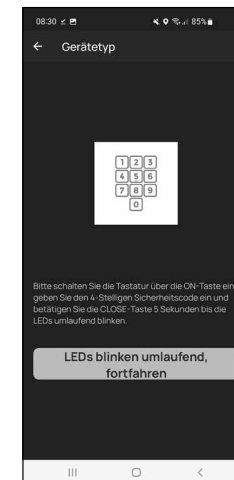

Fig. 6
- 5 O teclado está agora no modo de programação. Por favor, efetue novamente os próximos passos seguintes no smartphone (Fig. 6).